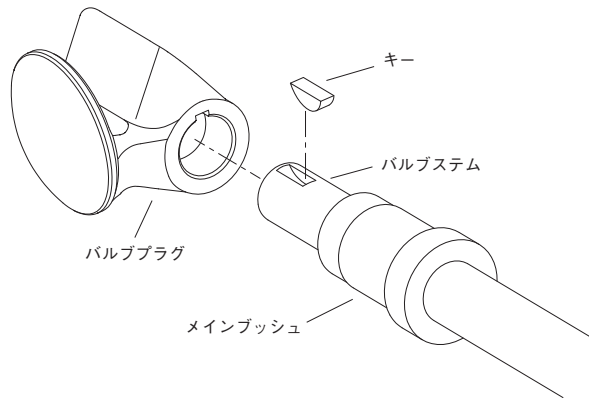

図 3-5 プラグとステム
- (1) バルブプラグを弁本体内に挿入し、プレーンベアリングに取り付けます。
- (2) メインブッシュにバルブシステムを通し、バルブシステムのキー溝にキーを取り付けます。(図3-5参照)
- (3) バルブシステムを本体に通し、バルブプラグのキー溝にキーを通します。(図3-5参照)
- (4) グランド部品を組み付けます。ルブリケータのない場合とある場合はパッキンに注意してください。